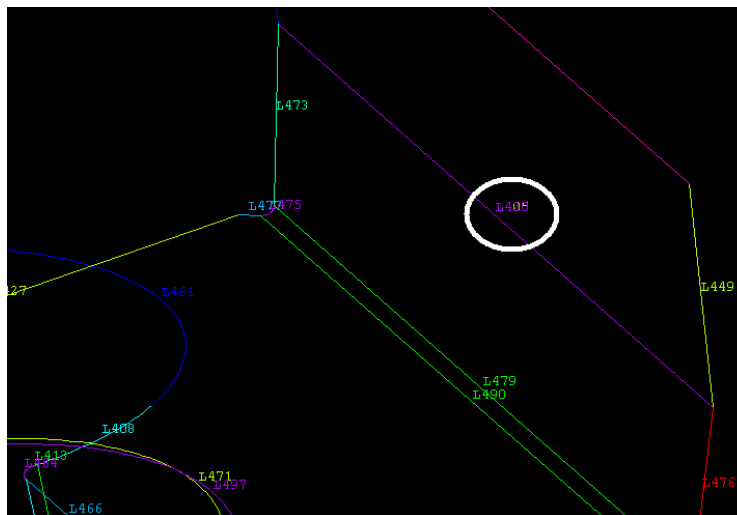

Рисунок 4.6. Наложение линий на рабочей поверхности пуансона
5. Если при отображении линий видно наложение (рис. 4.6), то необходимо такие поверхности «сшить» командой *Preprocessor/Operate/ Booleans/ Clue/Areas* или удалить и перестроить заново.